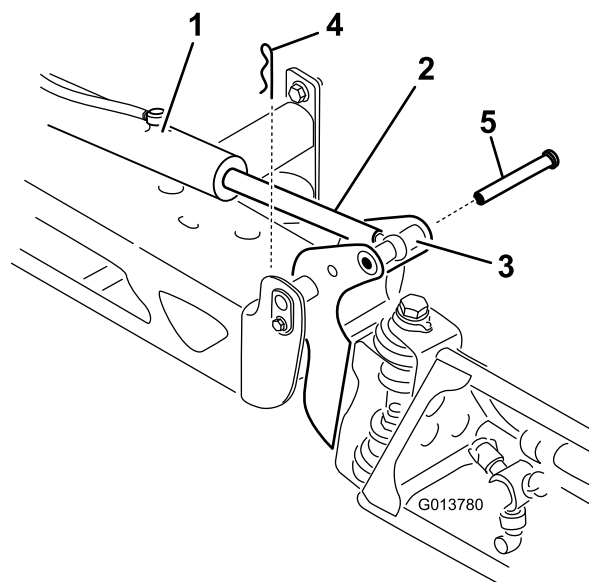

Figura 109
3. Levante el brazo, retire el pasador (Figura 109), y baje el brazo lentamente al suelo.
2. Retire la chaveta del pasador de giro (Figura 109).
9. Sujetando el brazo, introduzca el pasador a través del pivote del brazo y del émbolo del actuador (Figura 109).